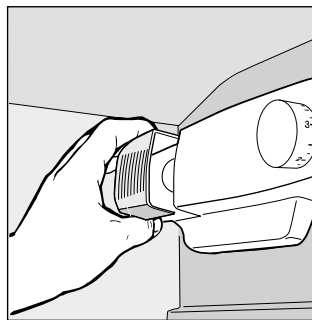

Fig. 3
- Comment changer l'ampoule à l'intérieur. La lampe pour l'éclairage intérieur est située dans la partie postérieure du boîtier du thermostat. Pour la remplacer, dévisser la lampe usagée et la remplacer par une nouvelle lampe de puissance non supérieure à 15 W en procédant comme illustré à la fig. 3. .